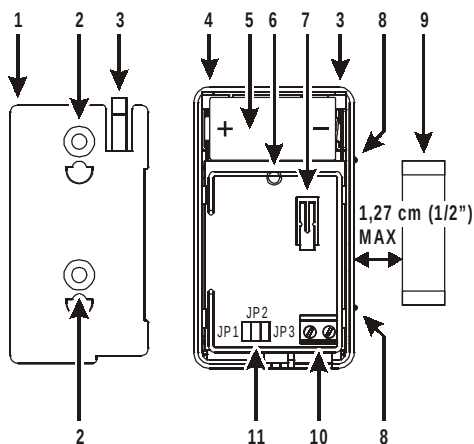

Fig. 1 – Identificazione delle parti
Per l'identificazione delle parti fare riferimento alla Fig. 1.
Prestare attenzione quando viene installata la batteria e rispettare la polarità (Fig. 1). Usare SOLO una batteria al Litio, Panasonic CR123A.
Per sganciare il rilevatore dalla staffa: rimuovere il coperchio; premere il dente 3 (Fig. 1) con un piccolo giravite e fare scorrere il rilevatore verso il basso.
3. Allineare un lato del magnete con la tacca presente sul corpo dell'AMC30 (Fig. 1).
Use care when installing the battery and observe the correct polarity (see Fig. 1). Use ONLY the Panasonic CR123A lithium battery.
To release bracket: remove the front cover; push the tab (see Fig. 1) with a small screwdriver and slide the AMC30 down.
3. Align one end of the magnet with the notch on the side of AMC30 housing (See Fig. 1).
Bien respecter la polarité de la pile (voir Fig. 1). Utiliser seulement une pile Panasonic CR123A.